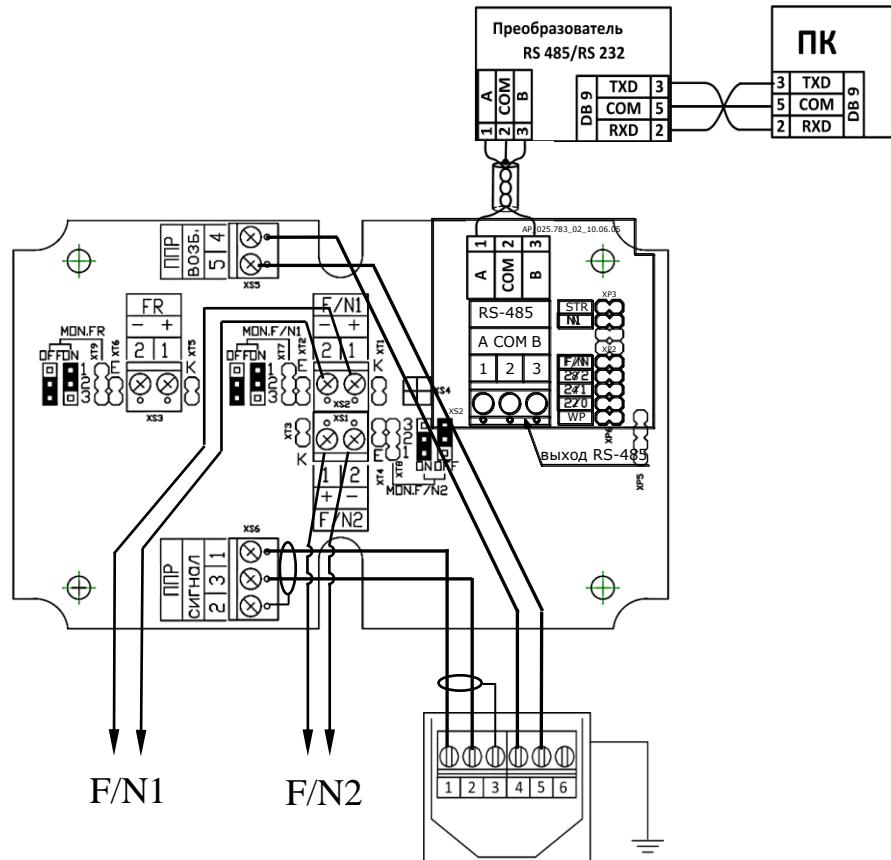

Рисунок 8.10 Схема подключения расходомера PCM-05.07(ТЭСМАРТ) и PCM-05.07(ТЭСМАРТ-А)
8.4.1 Для проведения монтажа линий связи необходимо отвернуть 4 винта на передней панели ПМ и снять переднюю панель. После этого освобождается доступ к разъемам и клеммникам для подсоединения внешних цепей (см. рисунок 8.10).
8.5.2 При считывании данных по интерфейсу RS-485 для подключения расходомера к ПК (Рис. 8.10) дополнительно требуется конвертер, преобразующий сигналы интерфейса RS-232C в RS-485 и обратно. Рекомендуемый конвертер – I-7520 с автоматически подстраиваемой скоростью и форматом. Для организации сети расходомеров на базе последовательного интерфейса RS-485 необходимо каждому прибору присвоить уникальный сетевой адрес.
Установка вида дискретного сигнала осуществляется путём установки/снятия джампера F/N (поле XP6 (XP2 – при наличии платы RS-485), см. рис. 8.10):
8.10.1 Для расходомеров установка сетевого адреса расходомера (только при наличии платы модуля RS-485) осуществляется путём установки/снятия джамперов **0**, **2**, **4** на плате **RS-485** (поле **ХР2**, см. рисунок 8.10). «**ON**» соответствует установленному джамперу, «**OFF**» соответствует снятому джамперу.